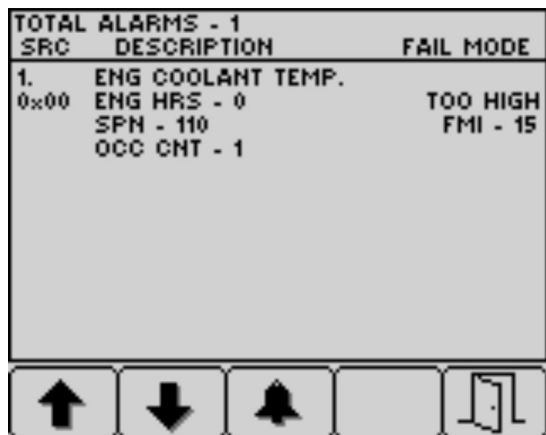

図 81
4. ボタン5を押すと不具合表示を出てホーム画面に戻る。図 81
5. ボタン5を押すと不具合表示を出てホーム画面に戻る 図 81 エンジン関係のアドバイス \(ページ 43\) を参照。